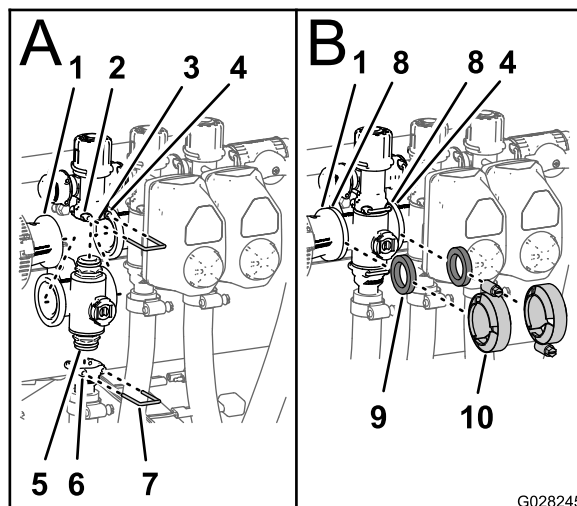

图88
1. 将歧管阀的上端盖接头插入旁通阀接头（图88 中的 A）。
2. 将卡环插入旁通阀接头的插槽，从而将端盖接头固定至旁通阀接头（图88 中的A）。
3. 将出口接头组装到歧管阀的下端盖接头上（图88 中的 A）。
4. 将卡环插入出口接头的插槽，从而将端盖接头固定至出口接头（图88 中的A）。
5. 在异径管接头凸缘与喷洒臂段阀歧管之间放 1 个垫片（图88 中的 B）。
6. 以手动夹紧夹具的方式，组装异径管接头、垫片和喷洒臂段阀歧管（图88 中的 B）。
7. 如果要安装最左边的 2 个喷洒臂段阀，请在两个相邻喷洒臂段阀歧管的凸缘之间放 1 个垫片（图88 中的 B）。
8. 以手动夹紧夹具的方式，组装 2 个相邻喷洒臂段阀歧管和垫片（图88 中的 B）。